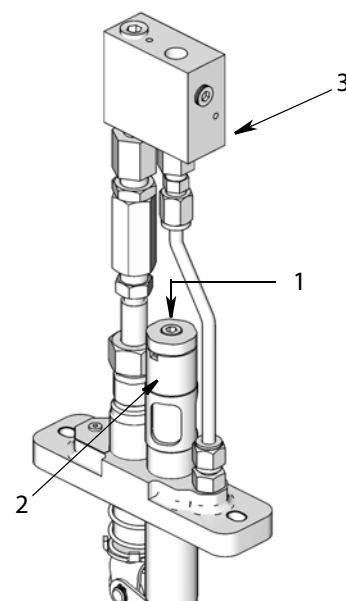

Рис. 7
Модели с активацией по сигналу (Рис. 7)
2. Смонтируйте реле давления в выход для датчика (3) (Рис. 7).